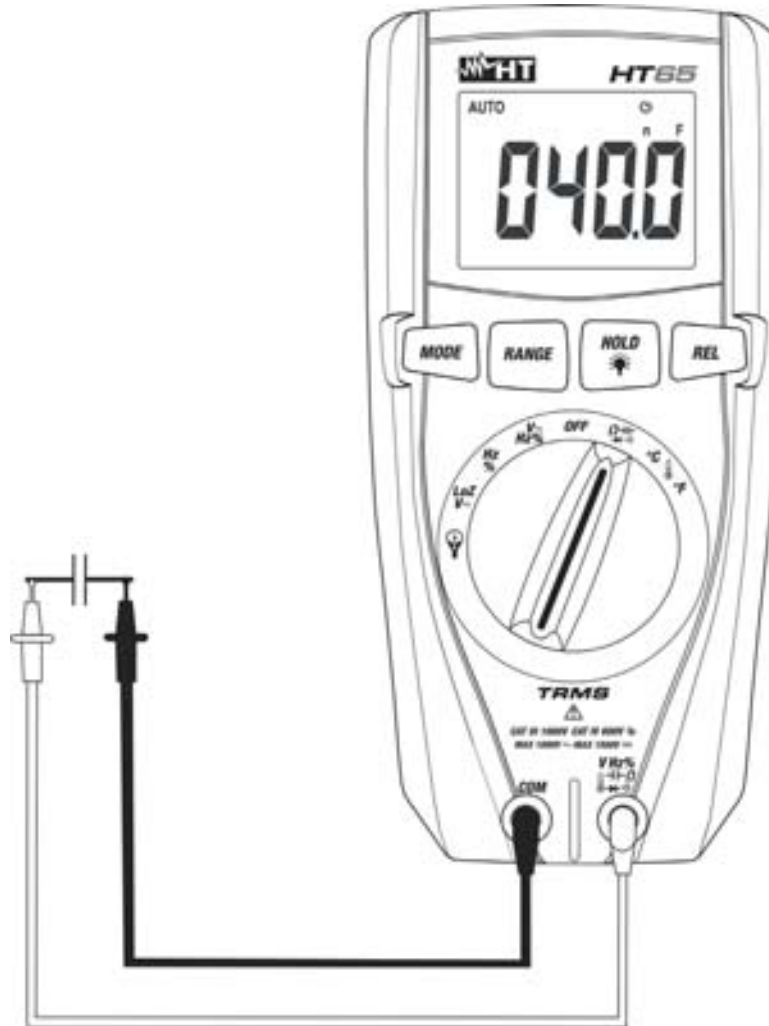

Fig. 8: Uso do instrumento para a medição de Capacidades
5. Colocar as ponteiros nas extremidades do condensador em exame respeitando eventualmente as polaridades positivas (cabo vermelho) e negativas (cabo preto) (ver Fig. 8). O valor da capacidade é apresentado no display. **Dependendo do valor de capacidade a ser medida, o instrumento pode usar cerca de 20s antes de exibir o valor final correto**